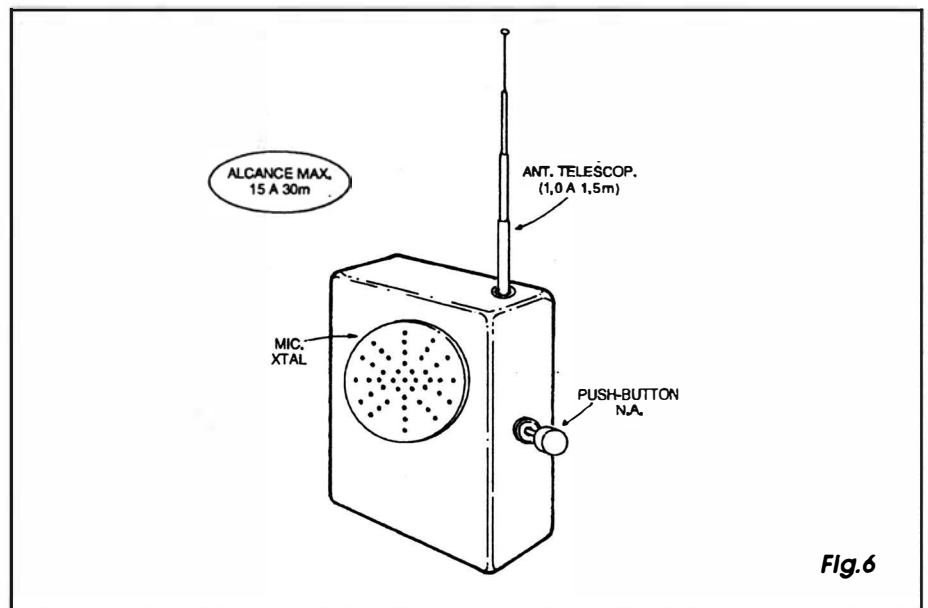

Fig.6
- FIG. 6 - SUGESTÃO DE UM PRÁTICO E BONITO ACABAMENTO PARA O MITAM... - Na sua prevista utilização normal, como *microfone sem fio*, o acabamento do MITAM poderá seguir a sugestão da figura, com a placa do circuito firmemente presa no interior da caixa, o mesmo ocorrendo com o suporte/pilhas... Nada poderá ficar *jogando* lá dentro, de modo a prevenir desvios na frequência de funcionamento (circuitos que operam em valores elevados de frequência são susceptíveis a tais interferências...). Assim é bom *calçar* as peças internamente, preenchendo os espaços sobrantes com pedaços de espuma de *nylon* ou *isopor*... Externamente, na parte frontal do *container*, pode ficar o microfone (sobressaindo apenas a sua face, por um furo redondo no conveniente diâmetro...), com o *push-button* interruptor colocado através de um furo na lateral direita (para operadores destros...) ou esquerda (para canhotos...). A antena telescópica poderá projetar-se através de um furo de passagem/fixação situado na parte superior da caixa, conforme se vê...
Conseguida a sintonia *grossa*, o operador deve então afastar-se um pouco, mantendo o MITAM na mão, até que cessem eventuais microfônias (realimentação acústica, com manifestação de apito agudo via alto-falante do receptor...). Repete-se as batidinhas de dedo sobre o microfone, eventualmente reajustando um pouquinho o parafuso central do *trimmer*, de modo a otimizar o sinal recebido... Em seguida, pode-se experimentar a modulação com voz, falando ao microfone do MITAM (este já com sua caixa novamente fechada, na disposição definitiva vista na FIG. 6...) e verificando se o alto-falante do receptor reproduz a mensagem... Nessas operações, talvez seja conveniente recorrer à ajuda de um amigo, de modo a poder afastar-se mais e mais do receptor, ficando o dito amigo junto ao rádio, para reportar a chegada e a clareza dos sinais recebidos...